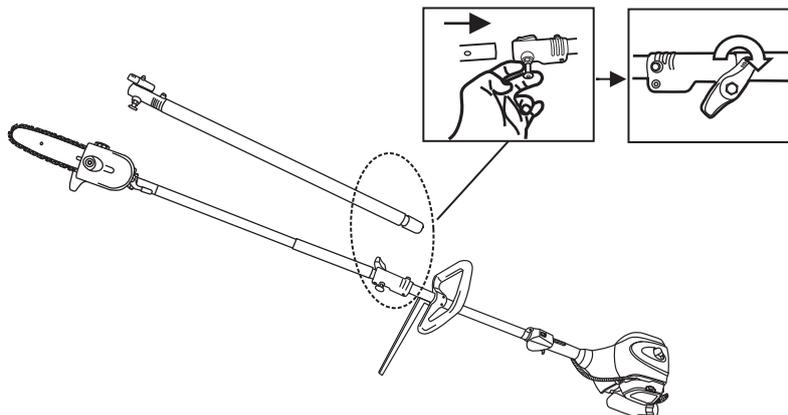

Fig. 11
- Monter l'extension de perche sur l'arbre supérieur si nécessaire, puis installer l'arbre d'élagage sur l'extension de perche. (voir Fig. 11).